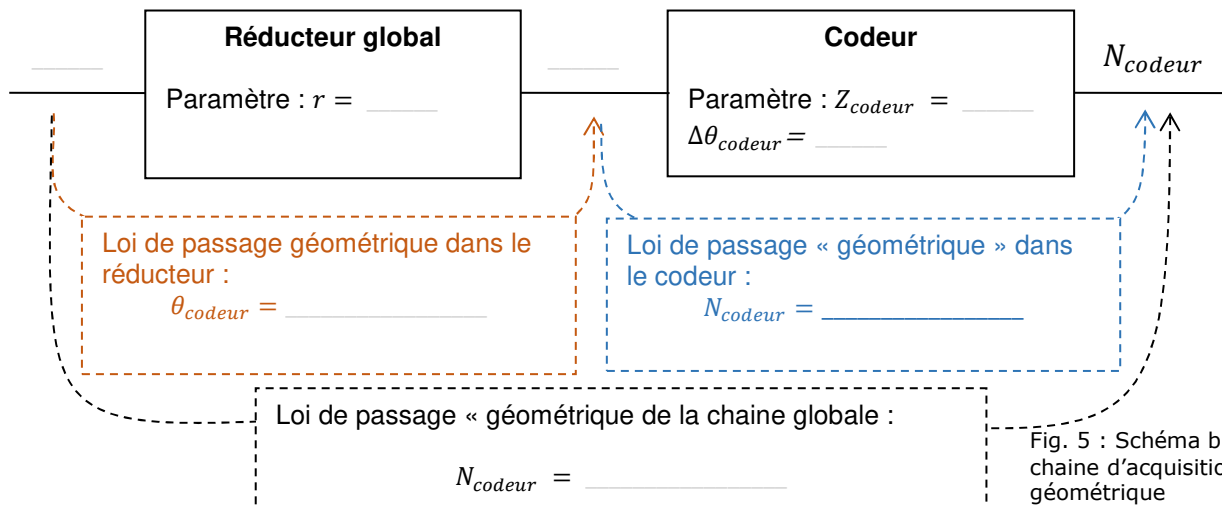

Fig. 5 : Schéma bloc de la chaine d'acquisition géométrique
Q1 - Compléter le schéma bloc de la chaine d'acquisition de la position du tube (figure 5) en ajoutant :
- Q2** - Compléter la figure 5 donnant la loi de passage géométrique dans le réducteur reliant l'angle parcouru par le codeur $\theta_{codeur}(\text{°})$ à l'angle parcouru par le tube $\theta_{tube}(\text{°})$.
- Q4** - Compléter la figure 5 en donnant la loi de passage « géométrique » dans le codeur reliant l'angle parcouru par le codeur $\theta_{codeur}(\text{°})$ au nombre d'impulsions délivrées par le codeur N .
- Q5** - Compléter la figure 5 donnant la loi de passage « géométrique » globale liant θ_{tube} à N .
- Q6** - Compléter le schéma bloc de la chaîne d'acquisition de la position du tube (figure 5) en ajoutant :
- Q7** - Compléter la figure 5 en donnant la loi de passage cinématique dans le réducteur liant la vitesse de rotation du codeur $n_{codeur}(tr \cdot s^{-1})$ à la vitesse de rotation du tube $n_{tube}(tr \cdot s^{-1})$.
- Q8** - Compléter la figure 5 en donnant la loi de passage liant la vitesse de rotation du codeur $n_{codeur}(tr \cdot s^{-1})$ à la tension de sortie du convertisseur fréquence/tension $V_s(V)$.